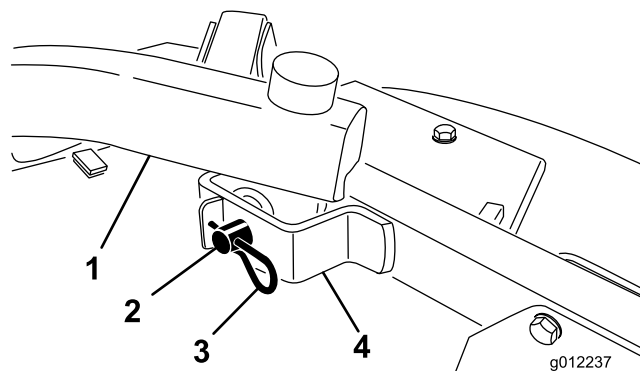

図 24
4. 昇降アームをキャスタアームブラケットに固定しているヘアピンコッターとクレビスピンを外す 図 24。